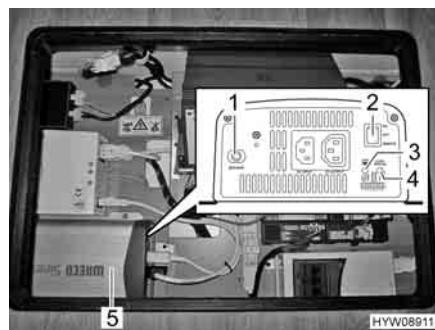

Fig. 104 Invertitore
- Posizionare l'interruttore principale (Fig. 104,2) su "ON". Il LED campo tensione di entrata (Fig. 104,3) si illumina di verde.
- Posizionare l'interruttore principale (Fig. 104,2) su "REMOTE". Il comando tramite interruttore di telecomando è abilitato.
- Posizionare l'interruttore principale (Fig. 104,2) su "OFF". Il LED campo tensione di entrata (Fig. 104,3) si spegne.